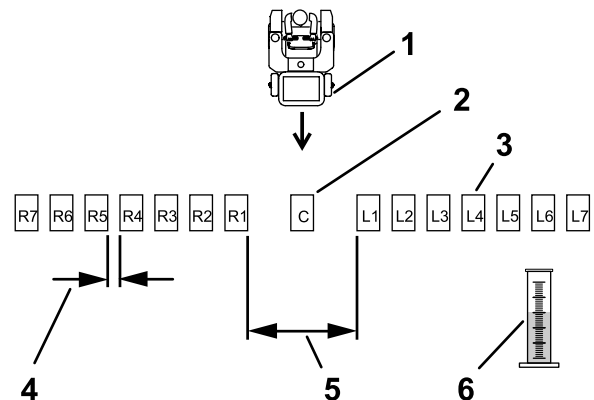
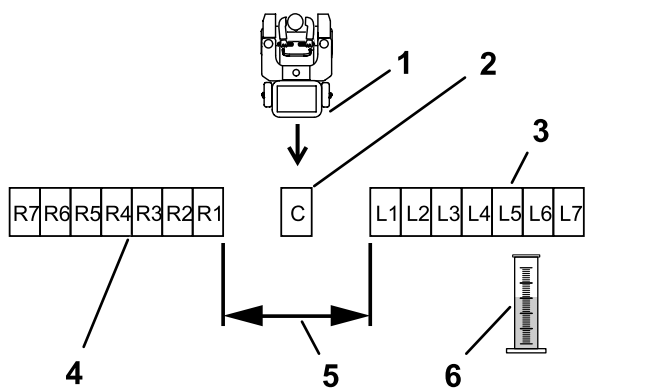

Figure 23
Figure 24
3. Placez les autres bacs en ligne droite, comme montré à la Figure 23 ou la Figure 24.
Disposez six autres bacs de chaque côté en les espaçant de 30 cm (12 po), comme montré à la Figure 23.
Disposez six autres bacs côte-à-côte de chaque côté (Figure 24).
8. Étiquetez chaque éprouvette de dosage en fonction du bac correspondant (par exemple L2, L1, Central, R1, R2) (voir Figure 23 et Figure 24).